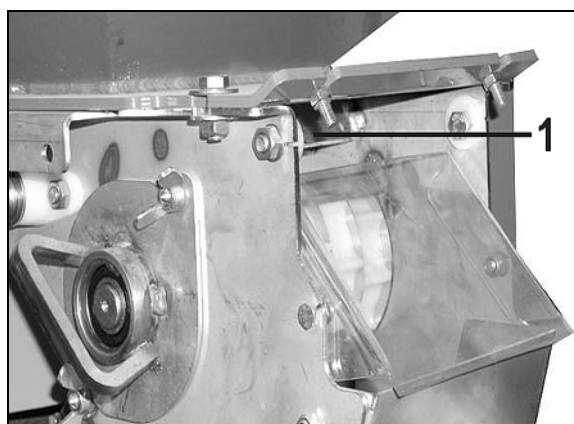

Рис. 90
2. Заслонку (Рис. 90/1) переместите до упора в дозаторе.